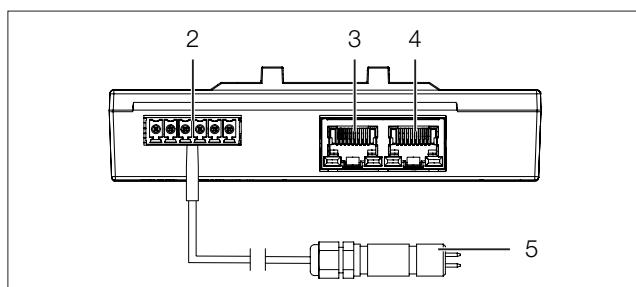

Abb. 3: Rückseite des Leckage-Punkt-Sensors
- Stecken Sie den Stecker des Sensorföhlers an der Universal-Schnittstelle an (Abb. 3, Pos. 2).
- Verbinden Sie die Elektronikeinheit des Leckage-Punkt-Sensors über ein CAN-Bus-Verbindungskabel mit einer CAN-Bus-Schnittstelle des Rittal Embedded Device bzw. der benachbarten Komponente im CAN-Bus (Abb. 3, Pos. 3, 4).
- Schließen Sie ggf. an der zweiten, freien CAN-Bus-Schnittstelle des Leckage-Punkt-Sensors (Abb. 3, Pos. 3, 4) eine weitere Komponente an (z. B. einen anderen Sensortyp).